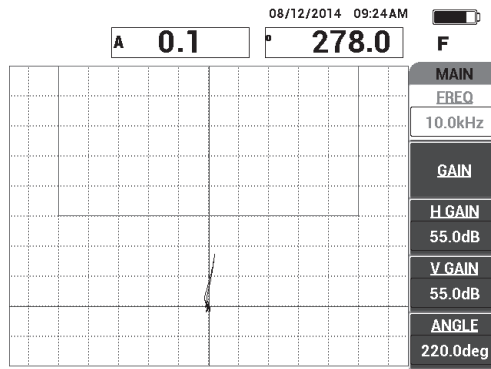

Figura 6-24 Il segnale della scansione di una perdita di adesione
3. Scansionare lentamente su uno dei punti con perdita di adesione da 13 mm ed in seguito premere il tasto FREEZE () [vedere Figura 6-24 a pagina 154].